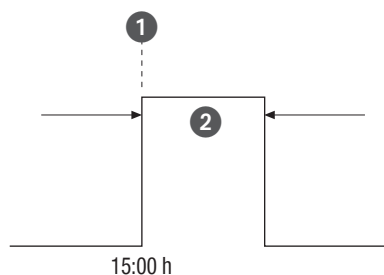

Fig. 30: Impulskobling
- (Fig. 30/①) Starttid
- (Fig. 30/②) Varighet = kobling PÅ